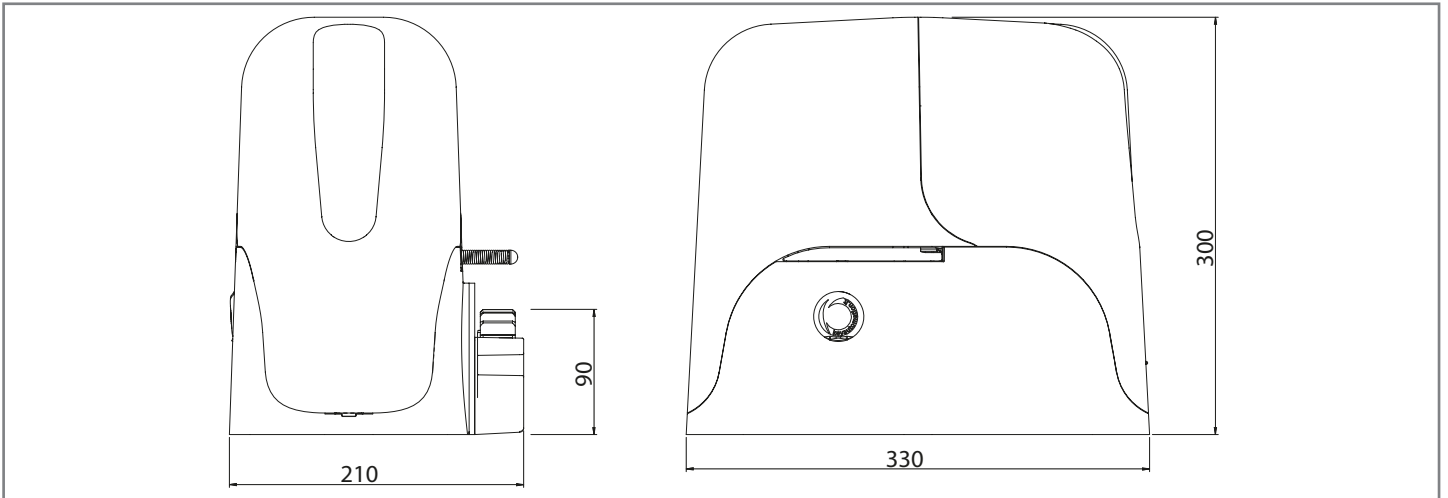

Fig. 2 IT - Installazione tipica
- Waga i wymiary bramy lub drzwi muszą zawierać się w maksymalnych granicach zastosowania wskazanych na Rys.2
Na rys.2 przedstawiono tytułem przykładu typowy sposób instalacji: